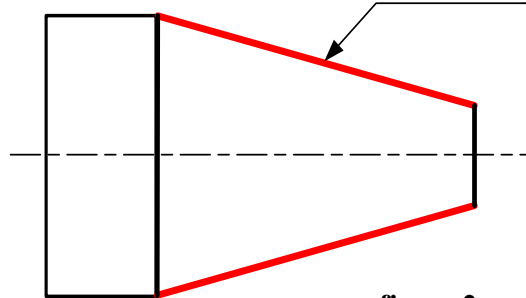

figure 2
2.3. Calculer la pente ($\tan \alpha$) (figure 2): /3pts
2. Compléter la nomenclature de l'assemblage éclaté (figure 2) ci-dessous :/4 pts